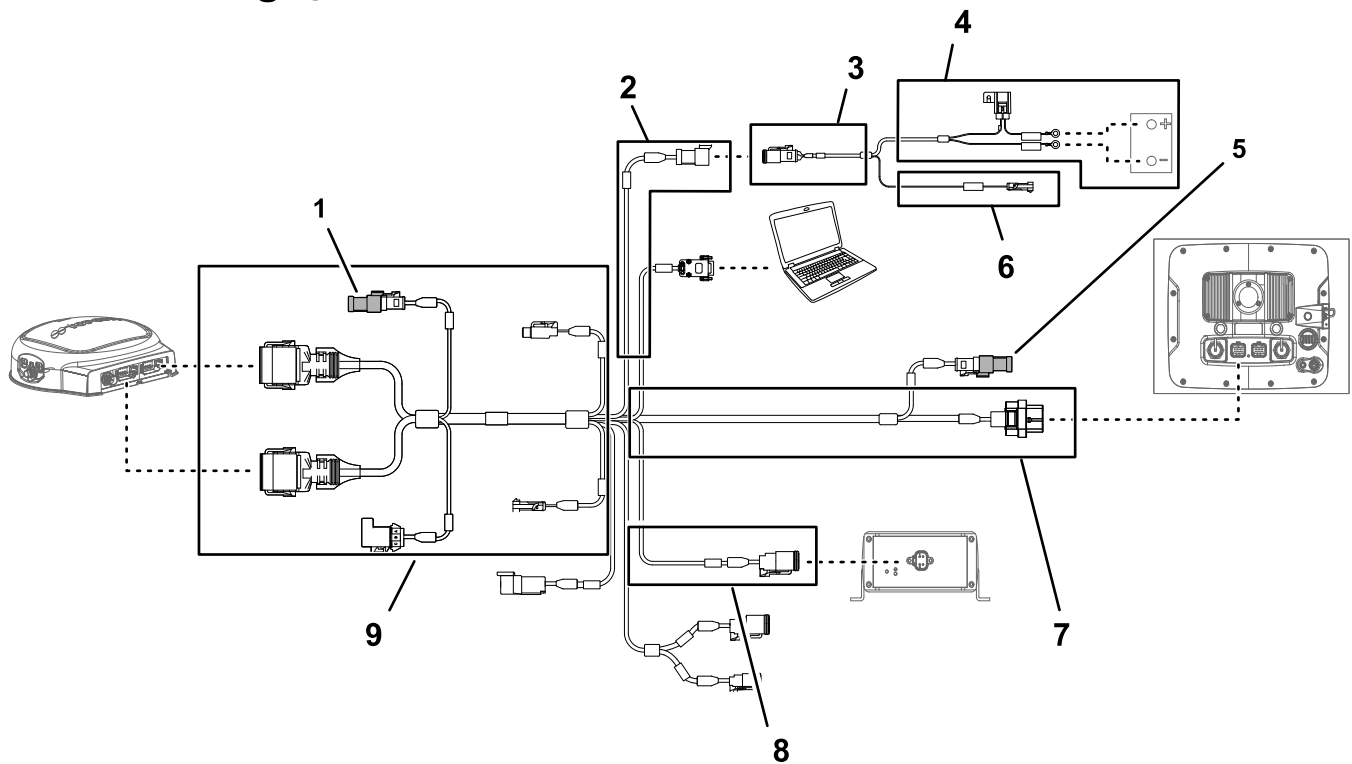
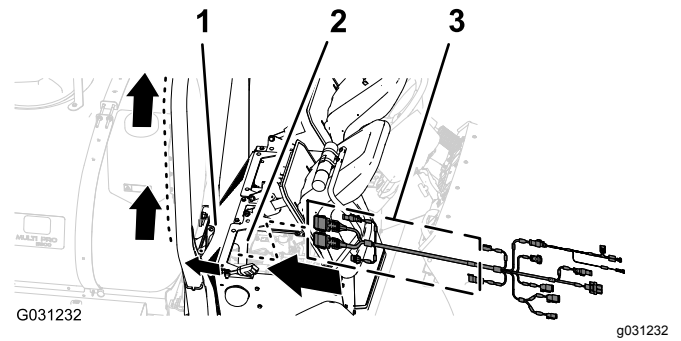

Figura 162
**Figura 163**
de cablagem de dados de 390 cm para o recetor de navegação (Figura 162).
2. Caso não esteja instalada, insira a resistência de terminação no conector elétrico na secção de cablagem de dados de 220 cm para o monitor de pulverização (Figura 162).
3. Ligue o conetor de três tomadas (interface da alimentação elétrica) da cablagem elétrica da navegação ao conetor de três pinos (interface da alimentação elétrica) da cablagem dos dados (Figura 162 e Figura 163).